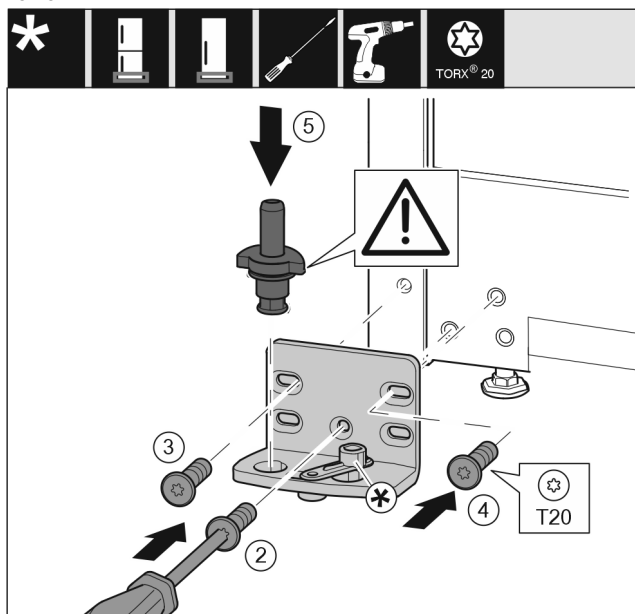

Fig. 15
- Applicare il blocco di supporto sull'altro lato e avvitarlo con l'aiuto di un cacciavite. Iniziare dalla vite Fig. 15 (2) in basso al centro.
- Stringere la vite Fig. 15 (3) e la vite Fig. 15 (4).
- Inserire completamente i perni di supporto Fig. 15 (5). Facendo ciò assicurarsi che la camma di arresto sia rivolta all'indietro.